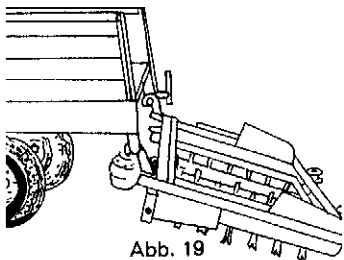

Abb. 19
42. Streuwerk herunterlassen bis auf den Boden. (Abb. 19)
42. Tilt spreader unit until it rests on the ground (Fig. 19).
42. Faire descendre l'épandeur jusqu'au sol (fig. 19).
42. Fare scendere il distributore fino al suolo (fig. 19).
42. Strooier neerlaten tot op de grond (fig. 19).